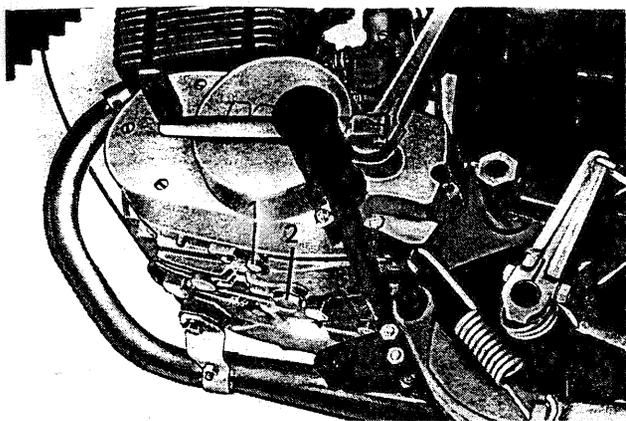

Fig. 134. Vidanger le lubrifiant de la chambre d'engrenages et d'embrayage
On visse le pont de montage 22-50.430 avec deux vis M 5 (1) et une vis M 6 (2) sur le demi-carter droit. Ensuite, dévisser la vis d'arrêtage (3 à la fig. 134).